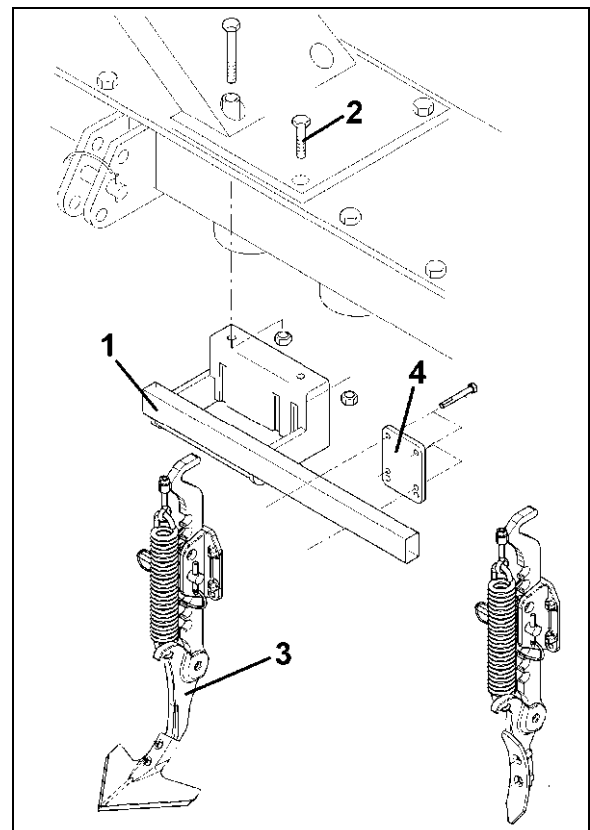

図 21
トラクターのタイヤ跡消し機能（図 21）でこれらの深い轍を取り除いておくと、カルチベータの作業深さを浅く設定することができます。
2. キャリヤパイプ（図 21/1）を、2 本のカバー固定ネジ（図 21/2）でカルチベータに固定します。
3. タイヤ跡消し（図 21/3）を固定プレート（図 21/4）とネジでキャリヤパイプに固定します。